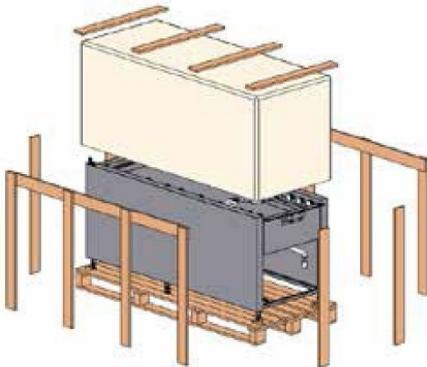

Рис. 5b
- Снять пузырчатую пленку, стараясь не повредить поверхности системы (Рис. 5b).